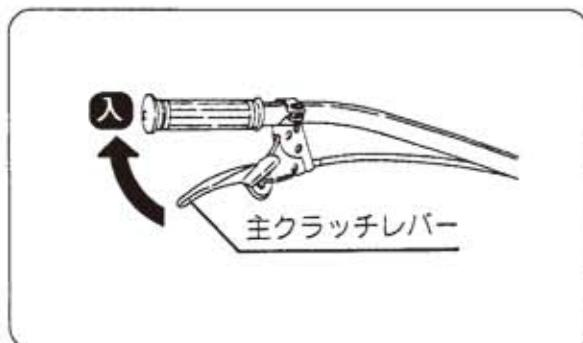

図19
- ②左手で主クラッチレバーをゆっくり握るとクラッチが入ります。(図19)